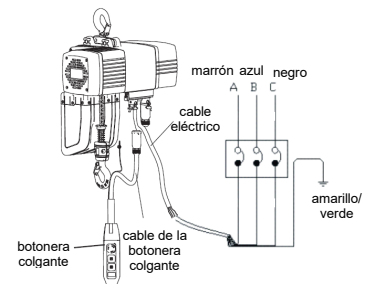

Imagen 4
- 5 Instalación de la botonera (Imagen 4)
- 6 Montaje del cable eléctrico (Imagen 4)